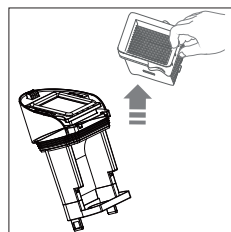

Fig. 17 – Rimozione del filtro
- ▶ Tirare il filtro EPA 10 verso l'alto per estrarlo dal tappo del serbatoio dell'acqua sporca (**vedere Fig. 17**).